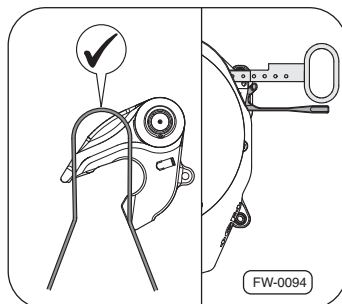

Fig. 9 · Ouvrir la pièce de verrouillage
3. S'assurer que la pièce de verrouillage est entièrement levée et que la poignée de déverrouillage reste en position prête au démarrage → Fig. 9.
3. S'assurer que la pièce de verrouillage est entièrement levée et que la poignée de déverrouillage reste en position prête au démarrage ⇒ Fig. 9.